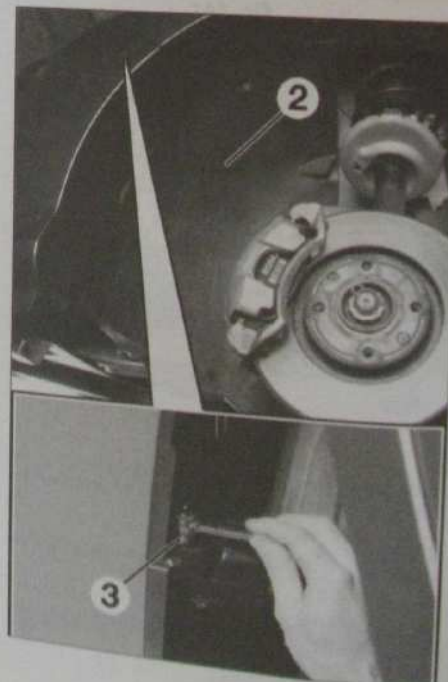

Fig. 154
- De chaque côté, déposer les pare-boue avant (2) (Fig. 154).
- les vis de fixation (3).